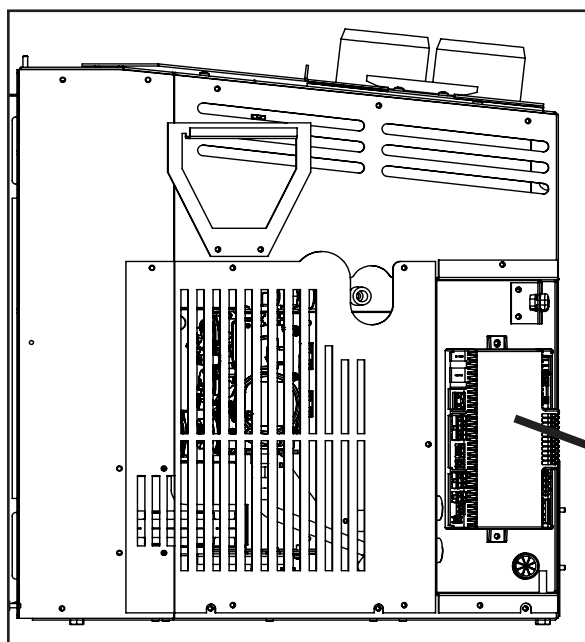

Figure 7: Emplacement du IFC.
L'IFC Proflame 2 (Figure 7) connecte directement à la vanne de gaz, le moteur pas à pas, et le ventilateur de convection par moyen d'un faisceau de câbles. L'IFC est alimenté par 120 VAC, mais peut aussi fonctionner avec un système de secours de quatre (4) piles type AA pendant de courtes périodes. L'IFC accepte des commandes par fréquence radiophonique de l'émetteur pour faire fonctionner l'appareil en accord avec la configuration Proflame 2 particulière.